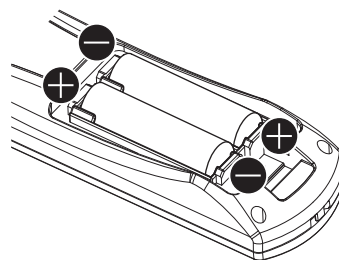

Figura 2
- 2) Introduzca las pilas y cierre la tapa (introduzca primero el lado \ominus). (Figura 2)